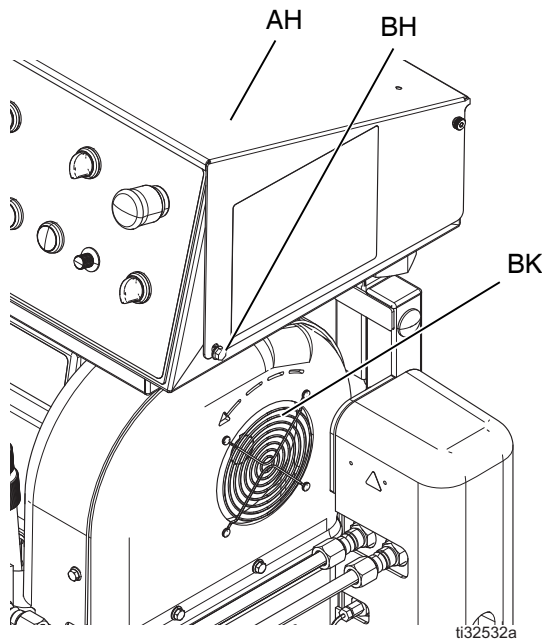

Fig. 7: Rotation du moteur électrique
7. Vérifiez que le ventilateur du moteur électrique (BK) tourne dans le bon sens.
- a. Tournez l'interrupteur d'alimentation principale (CE) sur ON (Marche).
- b. Tournez l'interrupteur d'alimentation de commande (CH) sur START (Démarrage). Tournez l'interrupteur de commande (CL) de la pompe sur NEUTRAL (Point mort).
- c. Tournez l'interrupteur d'alimentation du moteur (CN) sur ON (Marche). Regardez dans quelle direction le ventilateur du moteur électrique (BK) tourne. Voir la FIG. 7.
- a. Tournez immédiatement l'interrupteur d'alimentation du moteur (CN) sur OFF (Arrêt).
- b. Tournez l'interrupteur d'alimentation de commande (CH) sur STOP (Démarrage).
- c. Tournez l'interrupteur d'alimentation principale (CE) sur OFF (Marche).